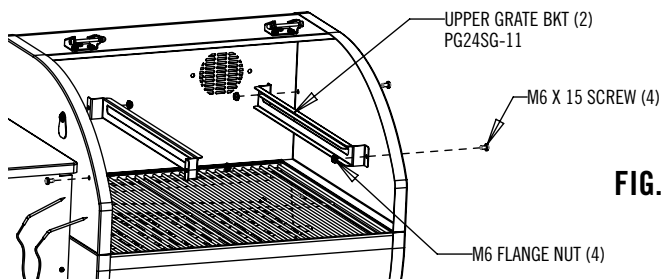

FIG. 7
1. Monter le support comme indiqué à la Fig. 7.